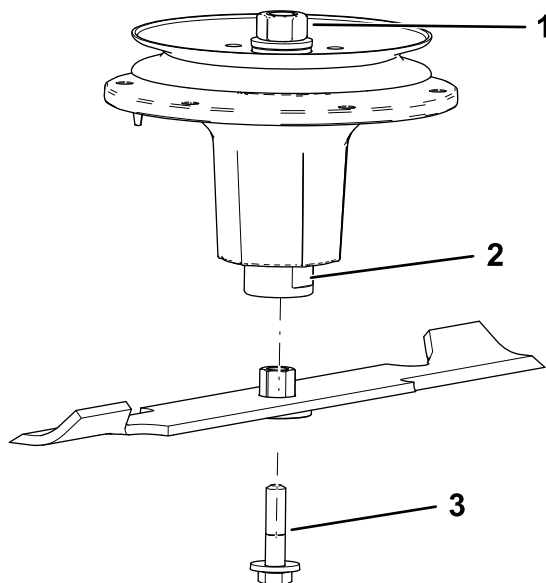

Bild 86
2. Montieren Sie die Buchsen-/Messerbaugruppe auf der Spindelwelle (Bild 86).